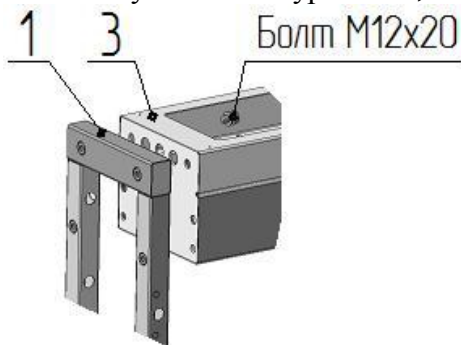

Рис. 1
6.2.1. Сборка турникета (рис. 1, 2);
- положите на пол на боковую плоскость раму привода 3 (рис. 1), (предварительно постелив лист картона), рядом аналогично положите стойку крыла прохода 1 и стойку ограничения прохода 2; состыкуйте указанные элементы друг с другом присоединительными элементами и закрутите по три болта M12 с каждой стороны; поставьте собранный портал вертикально на месте установки турникета;